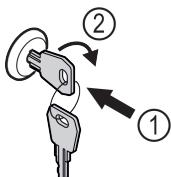

Fig. 171
- Uvucite ključ Fig. 171 (1).
- Okrenite ključ za 90° nadesno Fig. 171 (2).